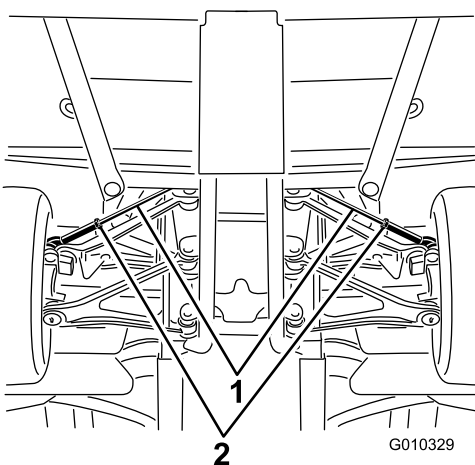

Figura 59
- A. Allentate il controdado al centro del tirante (Figura 59).